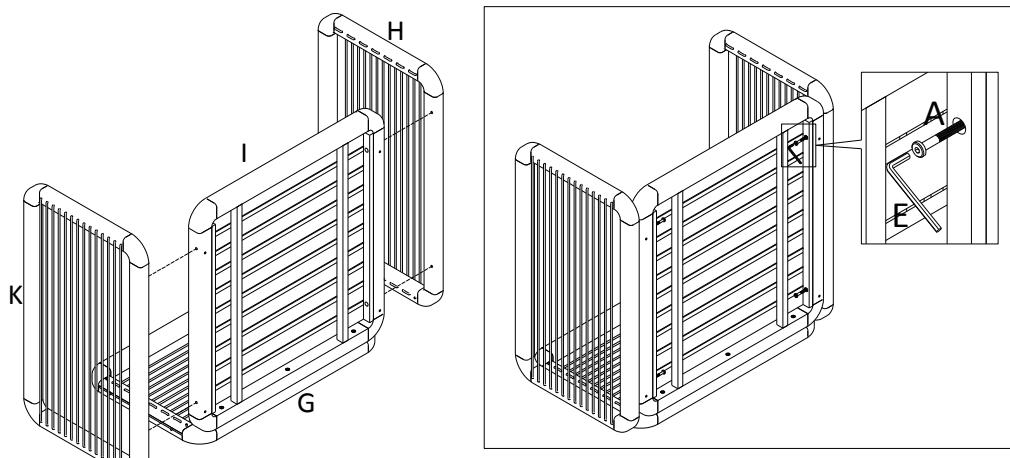

Figure 2.
2. Attach the Right Armrest Frame (K), and Left Armrest Frame (H), to the Seat Rest (I) and Back Rest (G). Insert 4 pcs of Bolts (A) to secure the Right Armrest Frame (K) and Left Armrest Frame (H). Then tighten with the Allen Key (E) provided as shown on Figure 2.
2. Fixer le cadre de l'accoudoir droit (K) et le cadre de l'accoudoir gauche (H) à l'assise (I) et au dossier (G). Insérer 4 boulons (A) afin de fixer le cadre de l'accoudoir droit (K) et le cadre de l'accoudoir gauche (H). Les serrer ensuite à l'aide de la clé Allen (E) fournie comme l'illustre la figure 2.